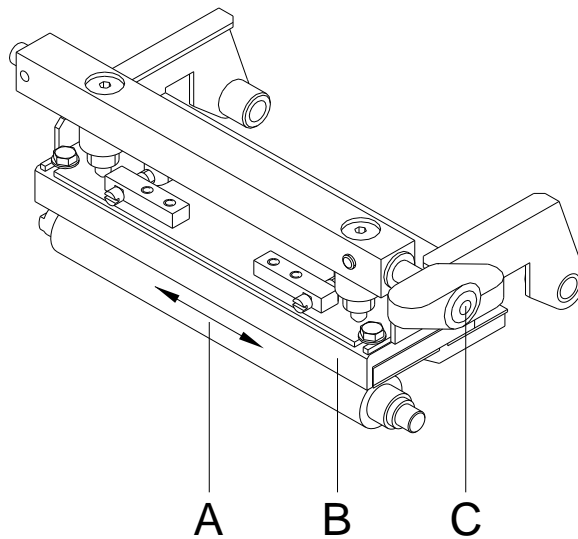

Abbildung 13
2. Andruckhebel (A, in Abbildung 13) gegen den Uhrzeigersinn drehen, um den Druckkopf zu entriegeln.
7. Andruckhebel (A, in Abbildung 13), bis er einrastet im Uhrzeigersinn drehen, um den Druckkopf anzuklappen.